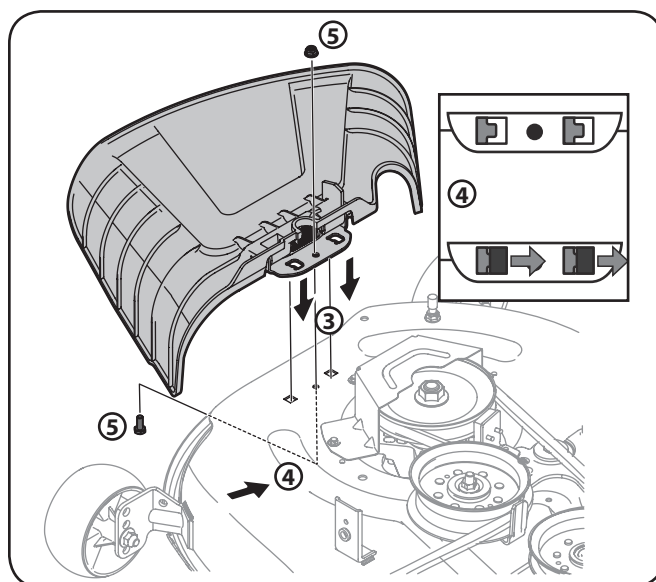

Figura 3-6
3. Coloque el deflector del canal en la cubierta, asegúrese de insertar las lengüetas del deflector del canal en los orificios de la cubierta. Vea la Figura 3-6.
4. Cuando las fichas se han instalado en la cubierta, deslice el deflector del canal hacia la parte trasera del tractor hasta que el orificio del perno en el deflector del canal se alinea con el agujero en la cubierta. Vea la Figura 3-6.
5. Fije el deflector del canal en su lugar con la tuerca de seguridad con brida y hex extraído en el paso 2. Apriete a 102-124 pulg-lbs. Vea la Figura 3-6.